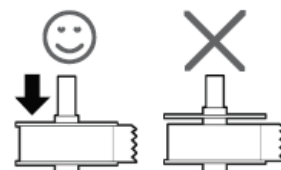

Рис. 6
- Направляющая катушки должна максимально плотно прилегать к рулону с этикетками. См. рис. 6
5. Наденьте направляющую катушки на шпиндель и прижмите его плотно к правой стороне рулона. **Не должно быть зазора между стенками катушки и рулона!** См. рис. 6